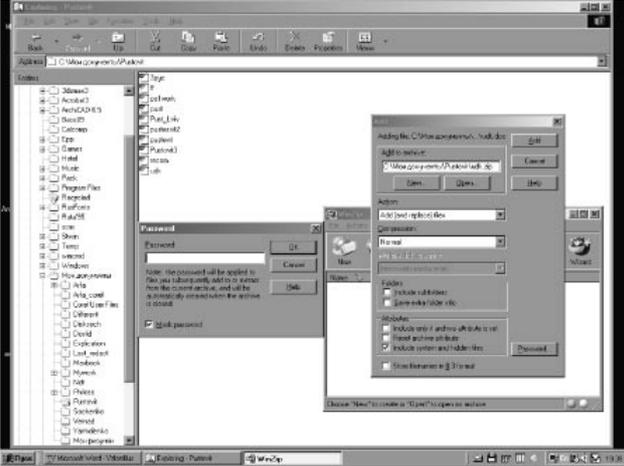

рис. 3
**Парольная защита в архивах.** Наиболее часто используемые архиваторы ARJ, RAR, ZIP также имеют свои встроенные средства парольной защиты информации. Перед архивацией данных пользователь может задать пароль. При этом сам архив шифруется (рис.3), тогда розархивация данных производится вводом пароля пользователя.